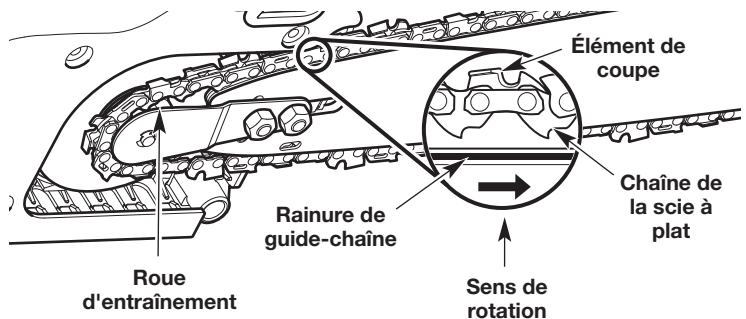

Fig. 38
6. Nouez la chaîne autour du pignon d'entraînement (Fig. 38). Assurez-vous que les méplats de la chaîne se trouvent dans les rainures sur le pignon d'entraînement. Assurez-vous que les couteaux pointent dans le bon sens de rotation (Fig. 38).
7. Faites entrer la chaîne dans la rainure du guide-chaîne (Fig. 38).